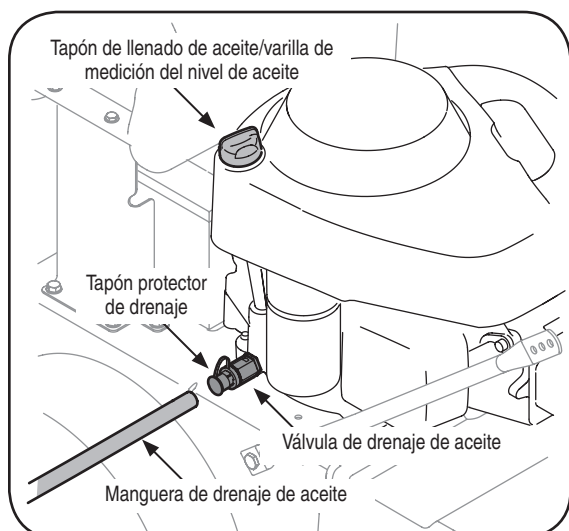

Figura 5-4: Use la manguera de desagüe para drenar el petróleo del motor.
- Abra el tapón protector en el extremo de la válvula de drenaje de aceite para dejar expuesto el orificio de drenaje, Figura 5-4.
- Retire el tapón de llenado de aceite /la varilla de nivel de aceite del tubo de llenado, Figura 5-4.